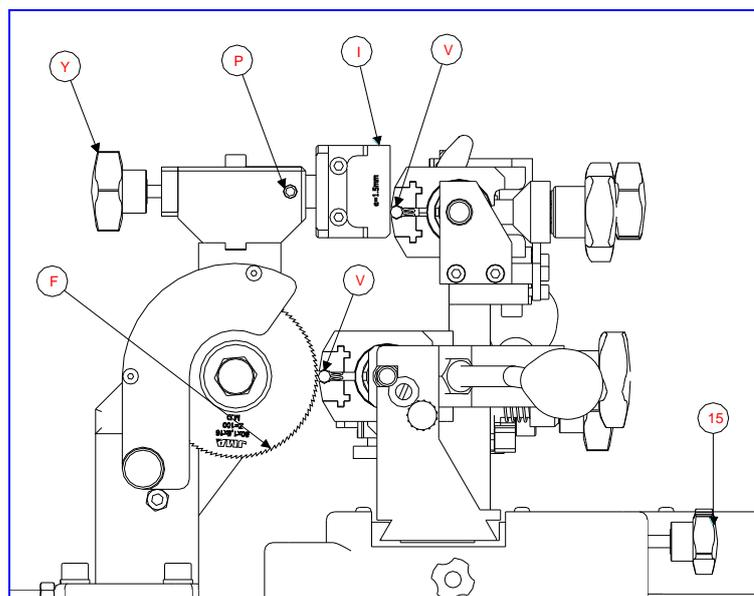

Fig.1
- Soltar los pomos (15) y alinear la primera posición del carro (R1) con la referencia (S).
- Colocar las varillas de reglaje(V) en las mordazas y amarrar girando los pomos. Ver Fig.1
- Acercar las mordazas hacia el índice copiador (I) y la fresa (F), girar manualmente la fresa en el sentido opuesto al de funcionamiento, hasta dar una vuelta completa de forma que las piezas de reglaje se coincidan sobre el índice copiador y la fresa.
- Soltar el prisionero(P)Girar el pomo(Y) hasta que la fresa toque la varilla de reglaje.
Aflojar los tornillos (T), sustituir el índice palpador y amarrar los tornillos con ayuda de una llave allen. Seguidamente, ver si la maquina esta bien reglada, para ello, seguir los pasos del apartado 3.1.1. Ver Fig.1 y 2.